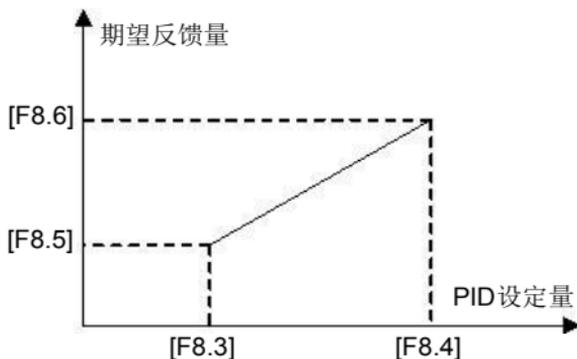

图 6-20 PID 给定量与反馈量的关系
**[P8.03]**、**[P8.04]**功能参数用来定义 PID 设定的上、下限值。**[P8.05]**、**[P8.06]**用来定义与 PID 反馈数值的对应关系。如下图 6-20 所示：